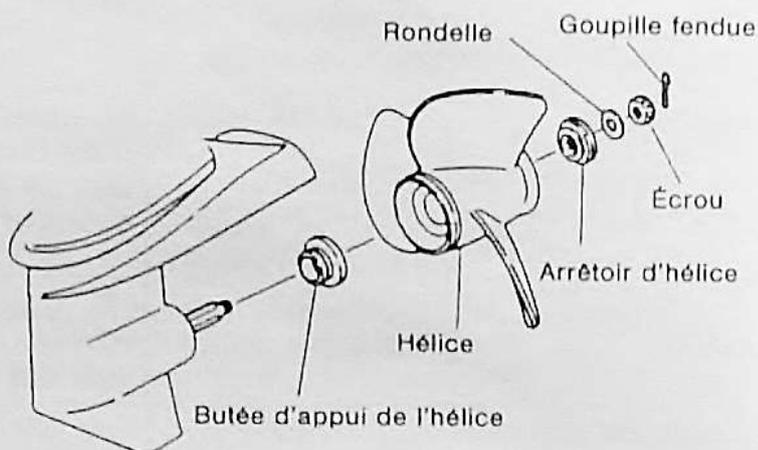

Fig. 27
- Démontage et remontage de l'hélice (Fig. 27).